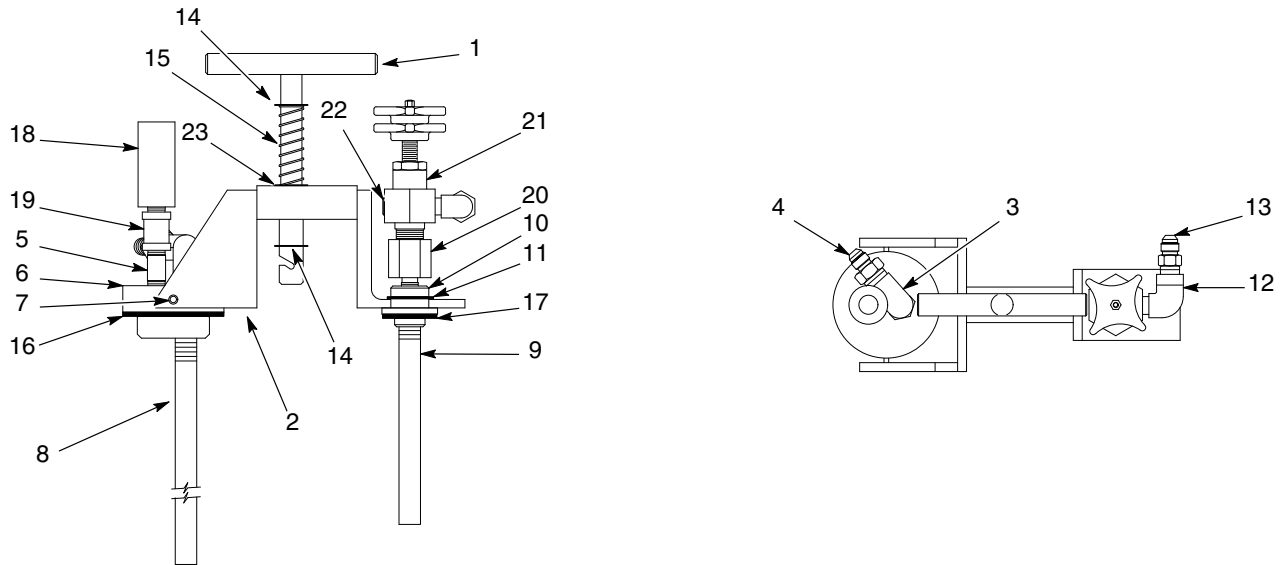

Abb. 4 Fünf-Gallonen (20 l) T-Griffbaugruppe mit Lufttrockner
- Ersatzteile immer anhand der Abb. 4 bis 6 und der Ersatzteillisten bestellen. Nicht die Pos.-Nummern in den anderen Abbildungen in dieser Unterlage zum Bestellen von Ersatzteilen verwenden.
Siehe Abb. 4 und nachstehende Ersatzteilliste.